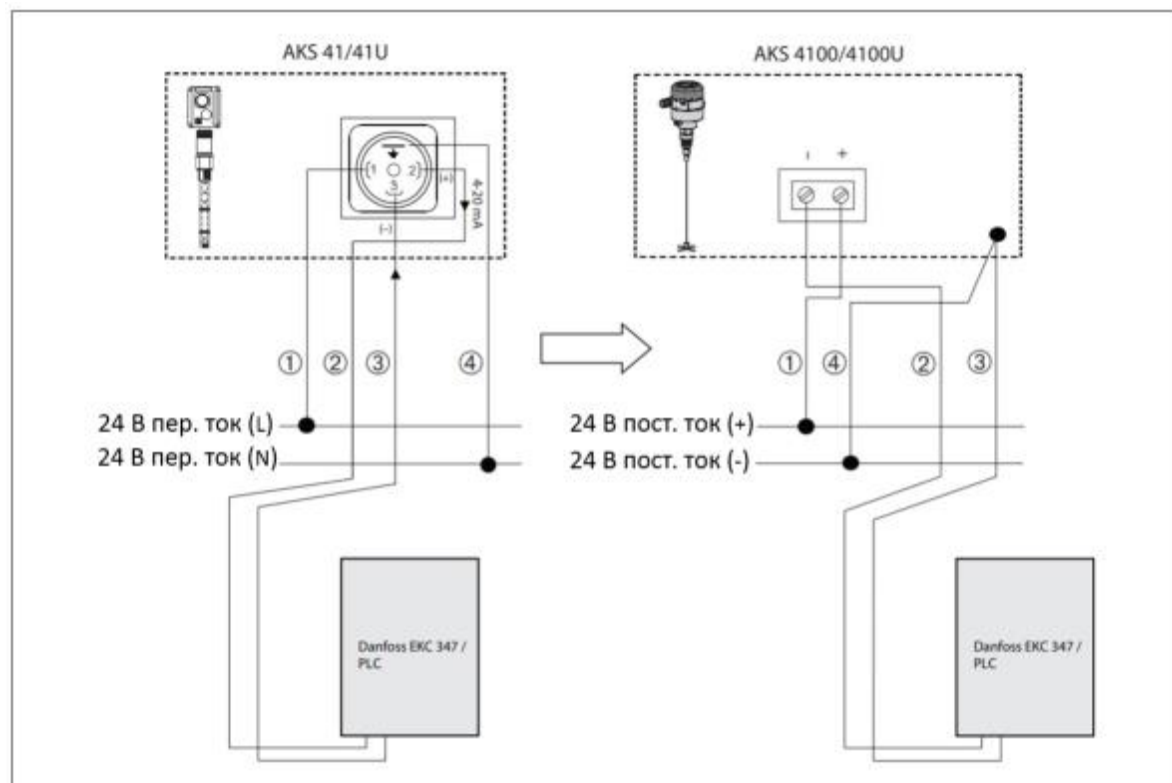

Рис. 10 Переход от AKS 41 на AKS 4100
**ВНИМАНИЕ!** В датчиках уровня AKS 41 использовалось питание, как от постоянного, так и от переменного тока, а в уровнемерах AKS 4100 используется питание только от постоянного тока. Следуйте указаниям инструкции на рис. 10